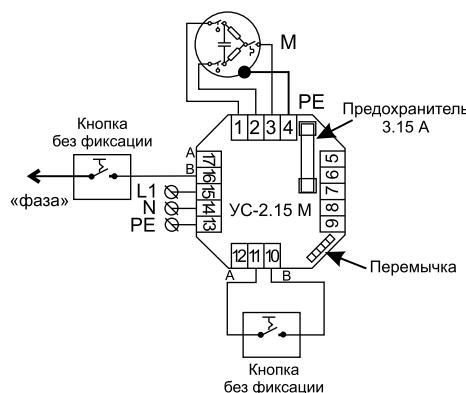

Рисунок 2.
- Подключить кнопку к «фазе» сети 230В и контакту 17 (можно 5) или 16 (можно 6) устройства и/или подключить кнопку к контактам 11 и 10 устройства (см. Рис.2).